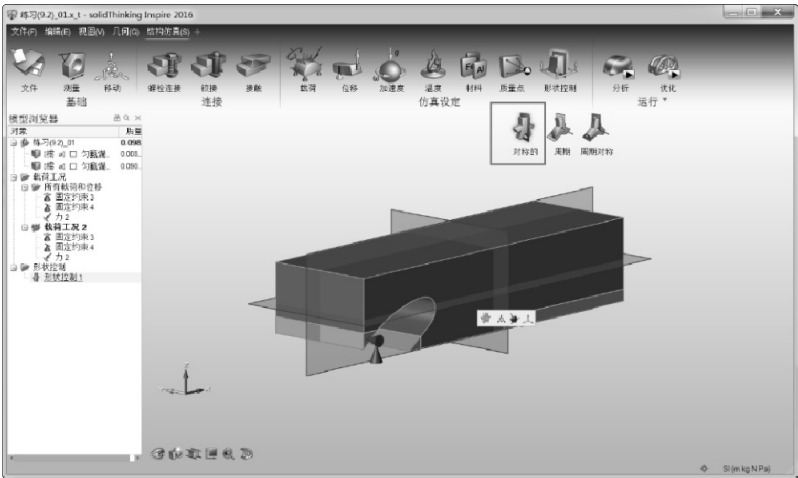

图 9-17 为设计空间施加对称约束
7) 单击“对称的”按钮，并将该对称施加于设计空间实体上，如图 9-17 所示。对称约束将强行控制拓扑优化结果在对称面两侧呈对称形态。